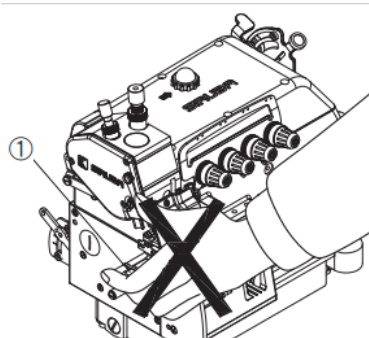

Рис.6
1. При перемещении швейной машины, пожалуйста, не держите за нижнюю часть крышки(рис. 6)
Аксессуары, установите антивибрационную опорную алюминиевую пластину 1 последовательно. (Рис. 6)